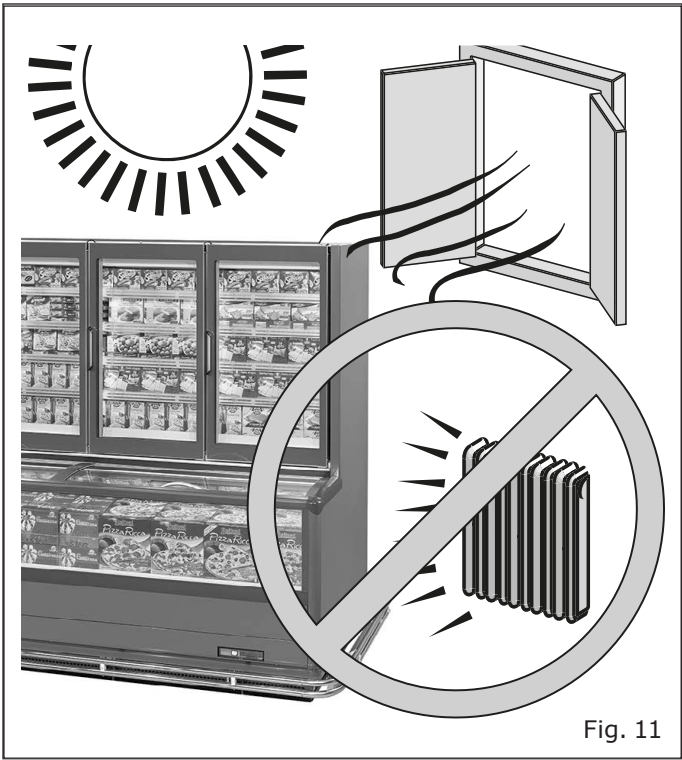

Fig. 11
- Longe de fontes de calor, da radiação direta do sol, de portas, janelas, ventiladores e bocas de ventilação ("Fig. 11").